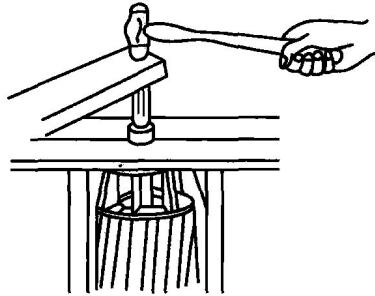

图 1.1.8 轴承搁在圆桶上拆卸
② 搁在圆桶上拆卸。在轴的内圆下面用两块铁板夹住，搁在一只内径略大于转子的圆桶上面，在轴的端面上垫上铜块，用手锤轻轻敲打，着力点对准轴的中心，如图 1.1.8 所示。圆桶内放一些棉纱头，以防轴承脱下时转子摔坏，当轴承逐渐松动时，用力要减弱。